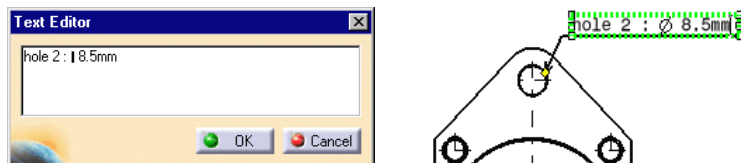

图 6-483
- » 步骤05 从Attribute List列表框中选择属性“Part1\PartBody\Hole.2\Diameter 8.5mm”,“8.5mm”值将自动出现在Text Editor(文本编辑器)对话框中和CATDrawing上,如图6-483所示。